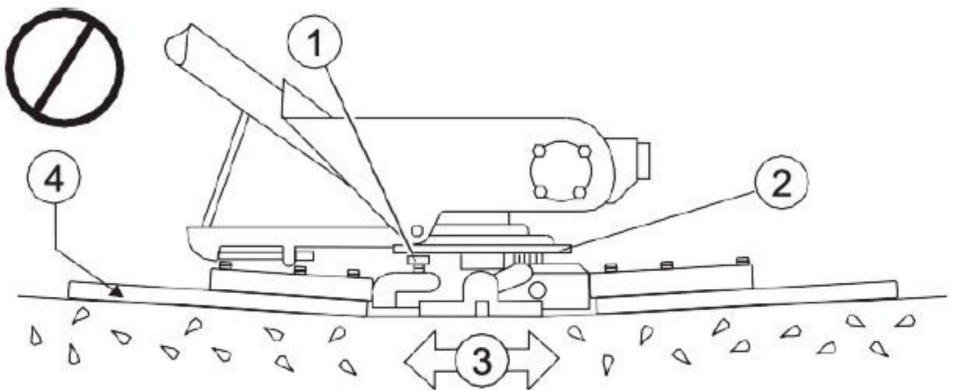

FIG.17
13.2.2 Inclinez les pales aussi à plat que possible. Les boulons de réglage doivent tous entrent à peine en contact avec la plaque d'usure inférieure de la boîte à araignée. Si l'on est ne prenant pas contact, un ajustement sera nécessaire. (FIG.17,FIG.4).
La FIG. 17 illustre un « alignement incorrect », des bagues d'araignée usées ou pliées.